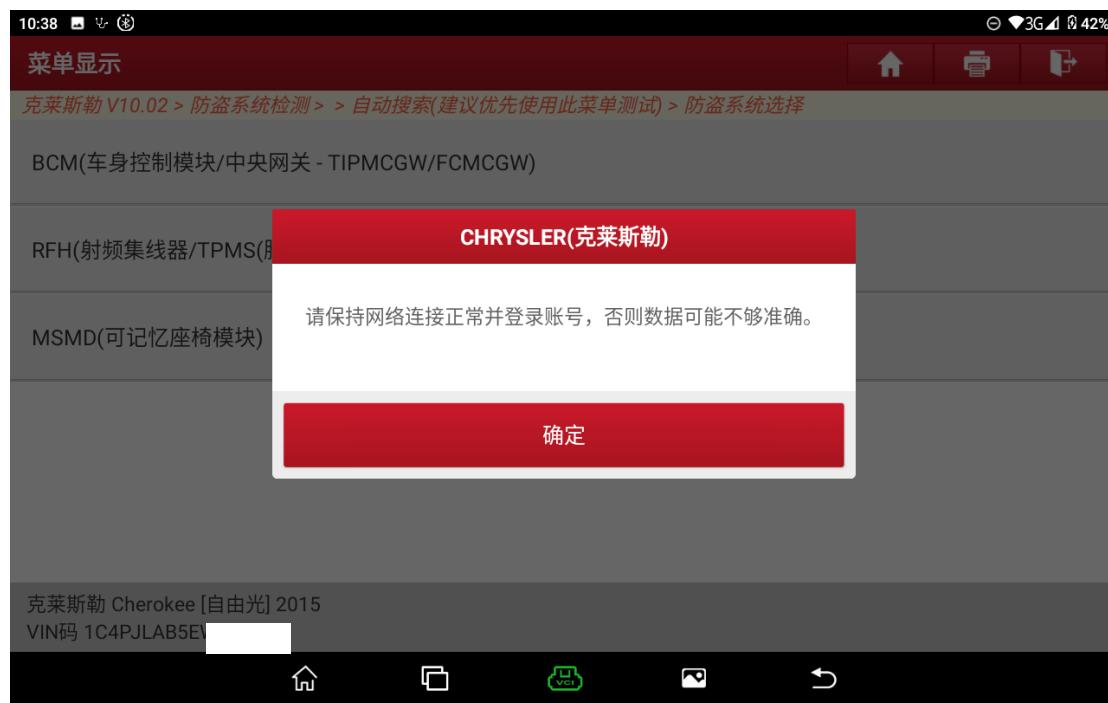

图 7
5. 防盗的功能请全程保持网络连接正常并登陆账号，点击“确定”(图 7);